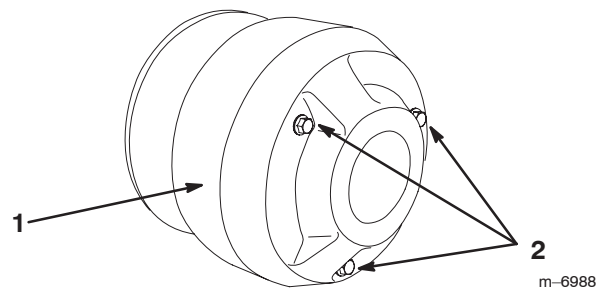

Bild 52
4. Entfernen Sie die drei Schrauben, mit denen die Abdeckung an der Kupplung befestigt ist und nehmen Sie die Abdeckung ab (Bild 52).